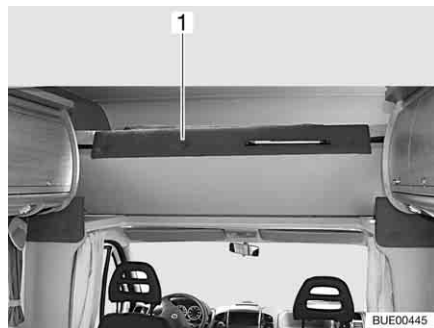

Fig. 101 Cama de alcoba, plegada hacia arriba
- Plegar hacia arriba la cama de alcoba (Fig. 101,1) delante. La cama de alcoba se mantiene en la posición superior mediante resortes por presión de gas.